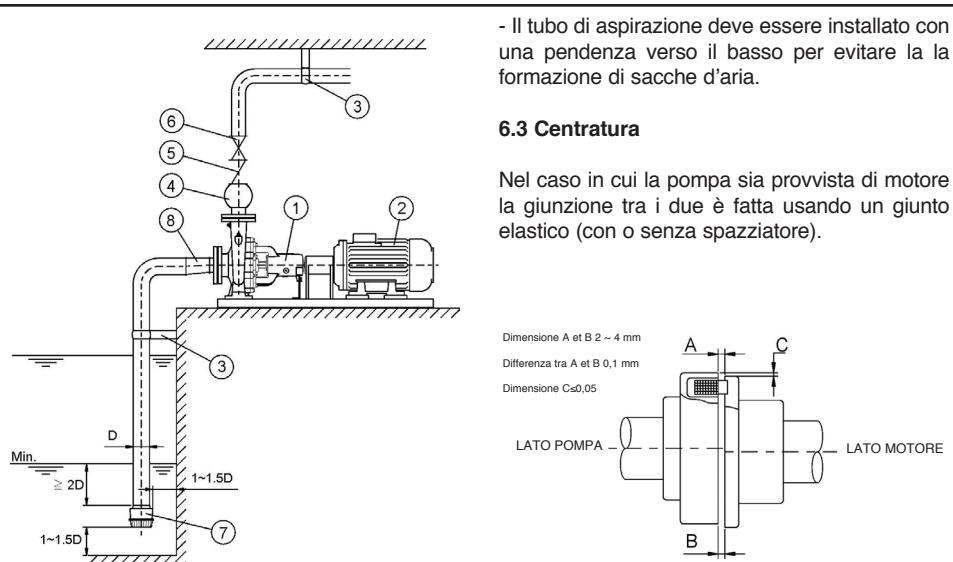

Fig. 1
(5) Installazione in aspirazione (vedre Fig. 1):